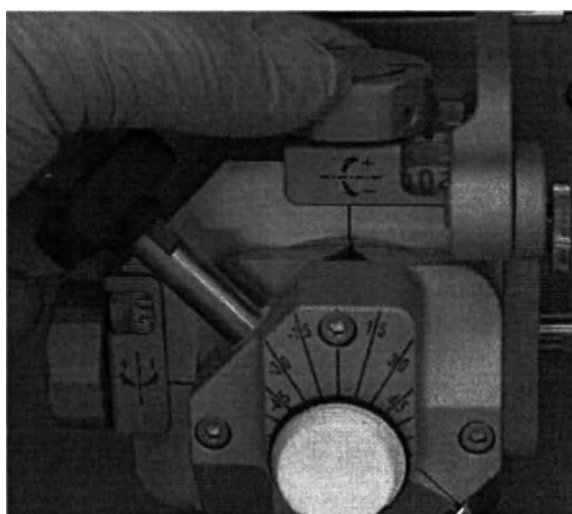

Рисунок 8.70
2. Вращайте одну или обе ручки в верхней и левой частях патрона трехмерного прецизионного инструмента на $\pm 8^\circ$ по оси XYZ (Рисунок 8.70).